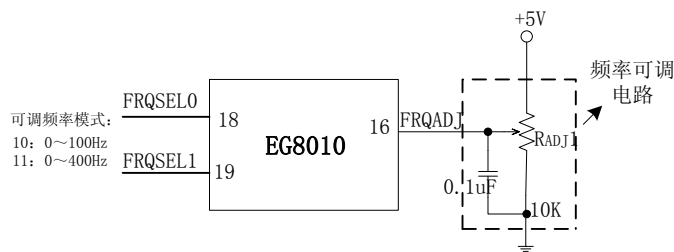

图 8.6a EG8010 频率调节电路
EG8010 频率模式分为固定频率模式和可调频率模式, 可调频率模式下 EG8010 仅采用了单极性调制方式, 即可调频率模式下需将引脚(20)MODSEL 接低电平。频率模式通过引脚 FRQSEL1, FRQSELO 设定, 固定频率模式为 “00” 是输出 50Hz 频率, “01” 是输出 60Hz 频率, 固定频率模式下 FRQADJ 功能无效, 工作在双极性调制模式下引脚 (16) 将作为 V_{FB2} 电压反馈电路; 可调频率模式为 “10” 是输出频率范围 0~100Hz 可调, “11” 是输出频率范围 0~400Hz 可调, 可调频率由 FRQADJ 引脚调节电路如图 8.6a, FRQADJ 引脚的输入电压从 0~5V 变化, 对应的基波输出频率从 0~100Hz 或 0~400Hz 变化, 此功能结合 VVVF 引脚可以应用在单相变频器系统。